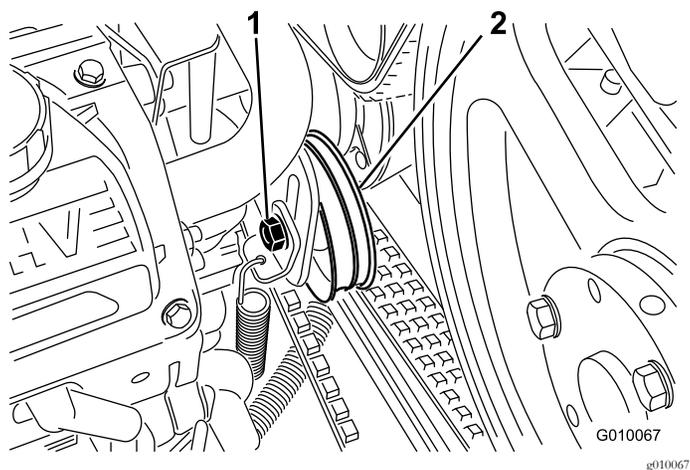

Рисунок 57
4. Ослабьте болт натяжного шкива ремня насоса лишь настолько, чтобы шкив можно было двигать в регулировочном пазу (Рисунок 57).